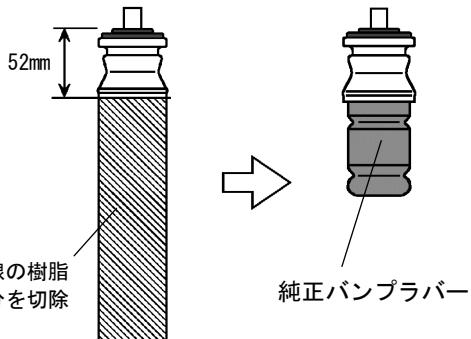

図6-1
- ・ダストブーツ部分が純正アッパーマウントと一緒にになっている場合は、図6-1を参考に樹脂部分を切除してください。
2. 純正アッパーマウントは、固定されている純正バンプラバーを取り外し、リアダンパーASSYに組付けてください。（図6-1）